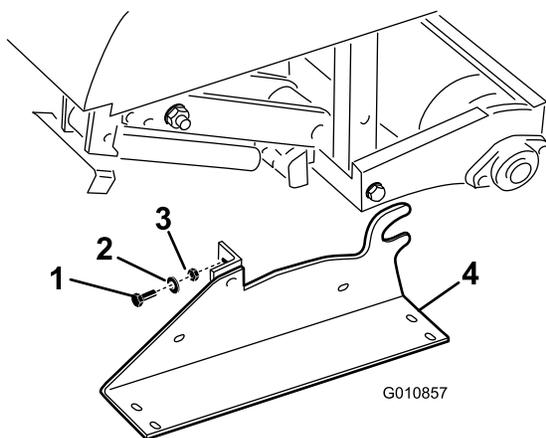

図 25
2. 保管用スタンドとエアレータとを接続しているボルトとロック・ワッシャとナットを取り外す (図 25)。